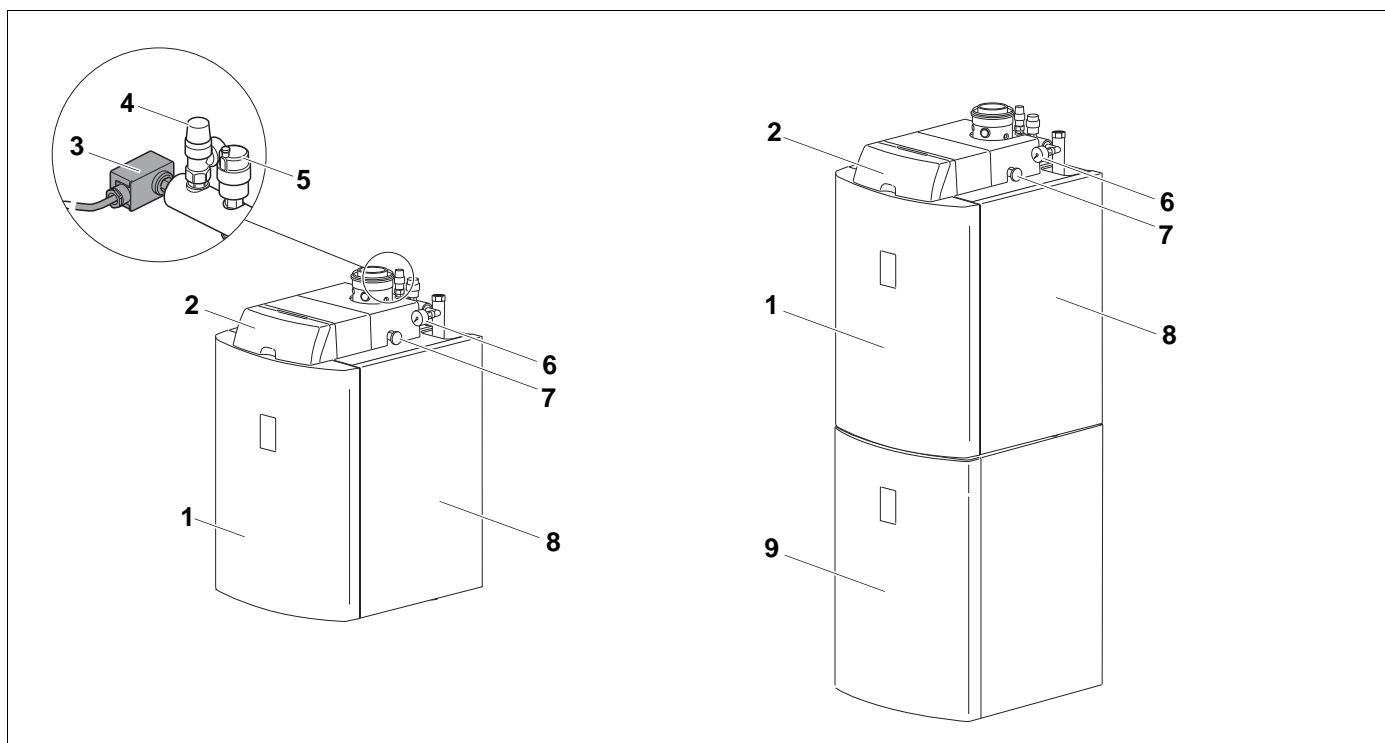

Fig. 1 Logano SB105(T); a sinistra, caldaia compatta a gasolio, a destra, centrale del calore
Le caldaie compatte a gasolio Logano SB105 - 19 e Logano SB105 - 27 (fig. 1, a sinistra) sono montate di fabbrica con bruciatore, apparecchio di regolazione e diversi componenti aggiuntivi.
Le caldaie compatte a gasolio Logano SB105T - 19 e Logano SB105T - 27 (fig. 1, a destra) sono composte dalla relativa caldaia con un accumulatore di acqua calda Logalux S135. L'unità (centrale termica) è completamente montata, incluso il set di raccordo caldaia-accumulatore.
- Rivestimento (fig. 1, **pos. 8**, pag. 5) e pannello anteriore del rivestimento (fig. 1, **pos. 1**, pag. 5). Il rivestimento e il pannello anteriore del rivestimento riducono la perdita di energia.
- Accumulatore acqua calda Logalux S135 (fig. 1, **pos. 9**, pag. 5) con Logano SB105T provvisto di isolamento termico con schiuma dura al poliuretano senza CFC. L'accumulatore d'acqua calda è munito di uno scambiatore di calore. Lo scambiatore di calore trasmette il calore dall'acqua di riscaldamento a quella potabile. L'acqua contenuta nell'accumulatore viene riscaldata uniformemente.
pressostato (fig. 1, **pos. 3**, pag. 5), valvola di sicurezza (fig. 1, **pos. 4**, pag. 5), disaeratore automatico (fig. 1, **pos. 5**, pag. 5), manometro (fig. 1, **pos. 6**, pag. 5), rubinetto d'intercettazione gasolio (fig. 1, **pos. 7**, pag. 5).